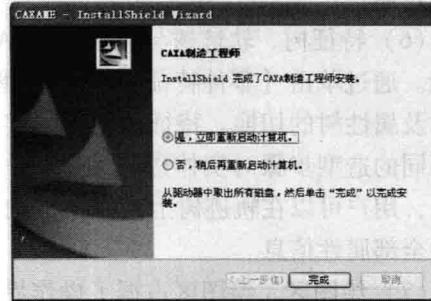

图 1-11 CAXA 制造工程师 2008 安装完成
(9) 程序全部安装完毕后，弹出安装完成对话框，如图 1-11 所示，选择【是，立即重新启动计算机】单选项，单击【完成】按钮，至此 CAXA 制造工程师 2008 安装完毕。